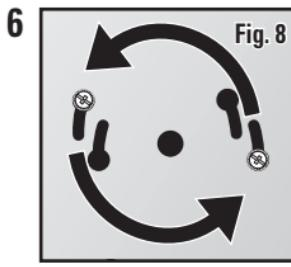

Fig. 8
Localisez les fentes en forme de trou de serrure sur le panneau de fixation. Les deux (2) fentes intérieures sont situées à une distance qui permettra l'installation d'un support de boîtier électrique standard. Positionnez le panneau de fixation du luminaire au-dessus du boîtier électrique de façon que les vis mécaniques dépassant du boîtier électrique puissent passer au travers des fentes allongée en forme de trou de serrure dans le panneau de fixation du luminaire. Après avoir fait passer les deux vis à travers les fentes en forme de trou de serrure, faites tourner le panneau de fixation jusqu'à ce que les deux vis soient face à l'extrémité la plus étroite de la fente (**Fig. 8**). Tenez en place et serrez les vis à fond. Le kit de visserie comprend deux (2) vis conçues spécialement pour mettre le luminaire à la terre par contact avec un boîtier électrique en métal. Serrez les vis jusqu'à ce que le dessous de la tête de la vis coupe la peinture de la surface du luminaire et que le panneau de fixation soit serré contre la surface du plafond. Le dessous de la tête de la vis a un bord dentelé qui, quand il est serré contre une surface peinte, coupera à travers cette surface pour entrer en contact avec le métal sous-jacent. Pour que la mise à la terre soit réussie, les vis doivent être serrées afin de permettre un contact entre une surface en métal non peinte et une autre surface en métal non peinte.
Localice las ranuras de bocallave ubicadas en la bandeja. Las dos (2) ranuras interiores están ubicadas a una distancia que acomodará una montura de caja eléctrica estándar. Posicione la bandeja del aplique de luz sobre la caja eléctrica, de manera que los tornillos para metales que sobresalen de la caja eléctrica pasen a través de las bocallaves alargadas ubicadas en la bandeja del aplique de luz. Una vez que ambos tornillos hayan atravesado las bocallaves, gire la bandeja hasta que ambos tornillos estén contra el extremo más pequeño de la ranura (Fig. 8). Mantenga la bandeja en esa posición y apriete los tornillos muy firmemente.